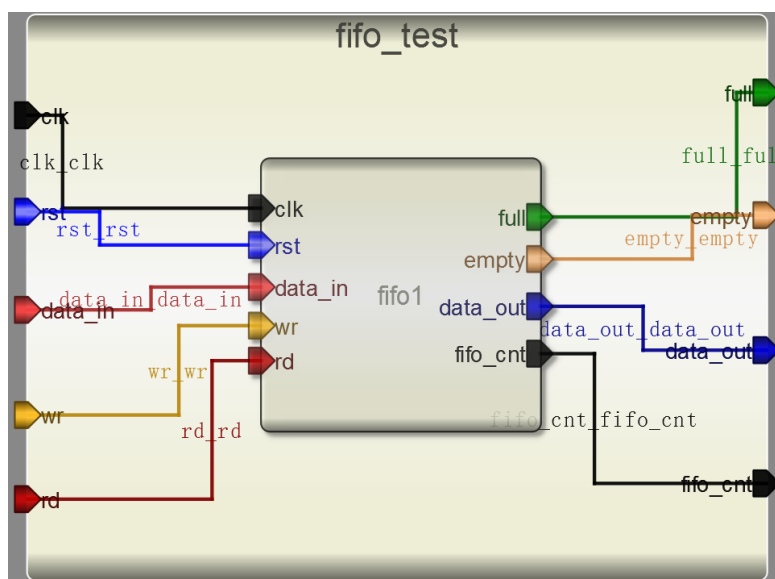

图5-1-8 连接引脚后的测试模块
(1) 新建一个模块。点击工具栏上的 图标，在弹出的对话框中参照图 5-1-8 进行设计。
(3) 另存为测试文件。点击工具栏  图标，将测试文件保存到 fifo 模型所在的文件夹下。
(4) 加入模型。在 Toolbox 工具箱的 Current 栏里，会出现之前设计的 fifo 模型，单击该模型并在 fifo_test 上添加。
(5) 连接引脚。点击工具栏中的  图标，或者选择菜单“Tool”中的“connect”，如图 5-1-8 所示连接引脚。完成连接的模块如图 5-1-8 所示。这个时候，注意查看连接线的颜色。如果鼠标要变回选择模式，点击图标 。